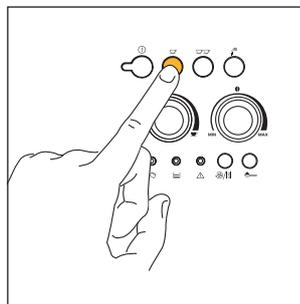
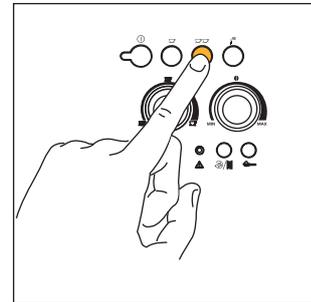

Fig. 12
Fig. 13
- 5) Presione el botón  (fig. 12) si prefiere hacer un café o el botón  (fig. 13) si prefiere hacer dos cafés. *Ahora la máquina moltura los granos, realiza una breve pre-infusión y después completa la erogación en la taza.*
**NOTA 4:** Mientras la máquina está haciendo el café, es posible detener la erogación en cualquier momento presionando el botón  (fig. 12) o  (fig. 13) antes seleccionado.
**NOTA 5:** ni bien se haya concluido la erogación, si quiere aumentar la cantidad de café en la taza, basta con mantener apretado el botón  (fig. 12) o  (fig. 13) antes seleccionado hasta obtener la cantidad deseada (esta operación debe realizarse transcurridos 3 segundos desde que concluyó la erogación).